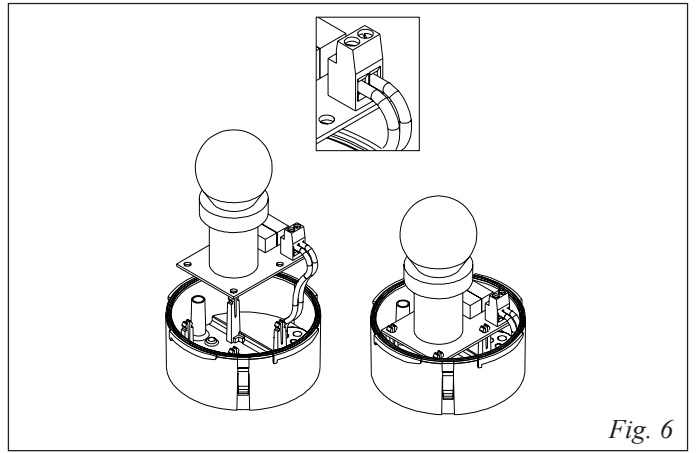

Fig. 6
8- Collegare il cavo ai morsetti della scheda porta lampada, Fig. 6..
9- Fissare il porta lampada alla base calotta, esercitando una leggera pressione sulla scheda stessa fino al suo ancoraggio (Fig. 6).
- 8- Connect the cable to the terminals of the lamp-holder board, Fig.6.
- 9- Secure the lamp-holder to the cap base, exerting light pressure on the board until is anchored (Fig. 6).